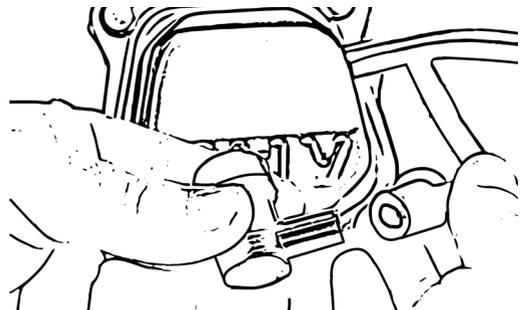

Abbildung 37
- Stecken Sie mit festem Druck den zusätzlichen Kerzenstecker auf das Kabel und drehen Sie den Kerzenstecker im Uhrzeigersinn fest, Abb.37.